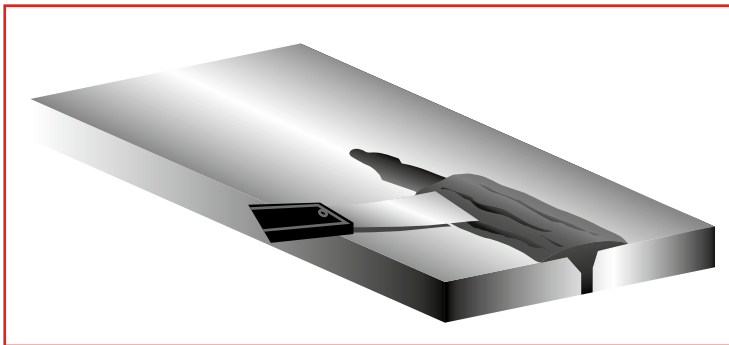

Figura 11. Rellene con epóxico el área reparada.
**4. Aplique el epóxico** con una espátula, forzando el producto dentro de la grieta, rellena en forma minuciosa sobrepasándose 1" (2.54 cm) aproximadamente en cada lado del área de aplicación. (Vea la figura 11).